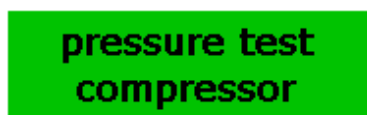

Рис. 7.2.1 Испытание компрессора давлением
4. Функция может быть запущена с помощью клавиши “pressure test compressor” (испытание компрессора давлением) (смотри рисунок 7.2.1)